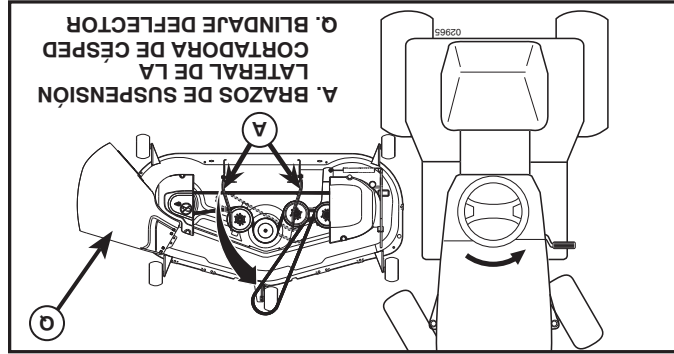

Fig. 25
4. DESLICE LA CORTADORA DE CÉSPED DEBAJO DEL TRACTOR (Vea Fig. 25)
- NOTA: asegúrese de que los brazos de suspensión lateral de la cortadora de césped (A) estén orientados hacia adelante antes de deslizar la cortadora de césped debajo del tractor.